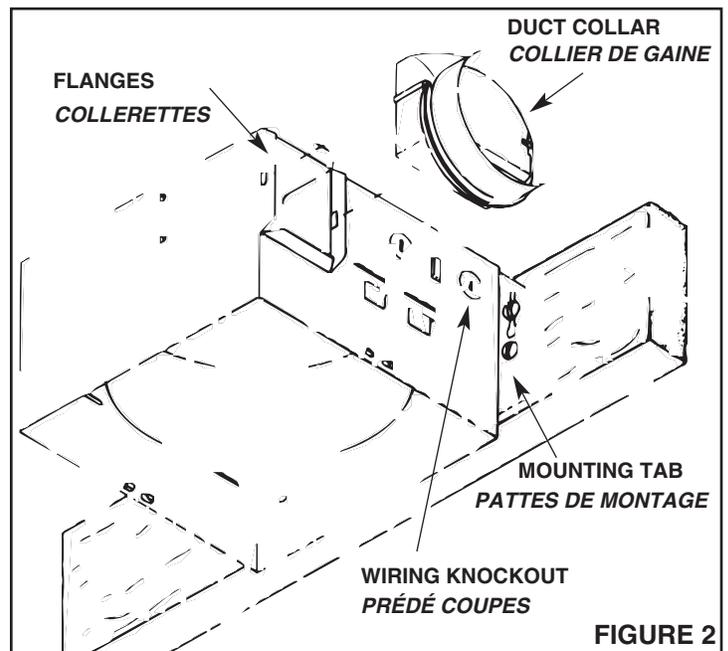

FIGURE 2
Refer to Figure 2.
1. **Refer to Figure 2.** Place duct collar over flanges at discharge opening of fan. Secure collar by snapping tabs into slots in flanges.
Voir Figure 2.
1. Voir Figure 2. Placer le collier de gainé sur les collerettes à l'ouverture d'évacuation du ventilateur. Fixer le collier en pressant les pattes dans les fentes des collerettes.